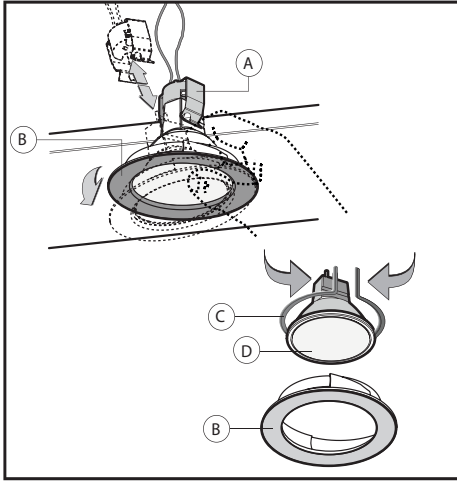

Fig.11A
• **Sostituzione delle lampade alogene (Fig.11A).**